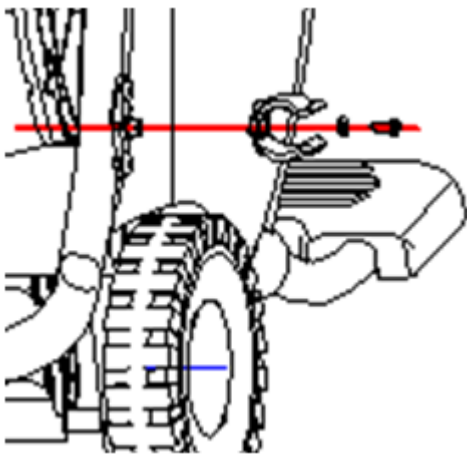

Abb.4-2: Montage des Schlauchhalters
2. Befestigen Sie den Schlauchhalter mit einem Schraubendreher am vorgesehenen Kunststoffteil am Griff (Abb. 4-2).